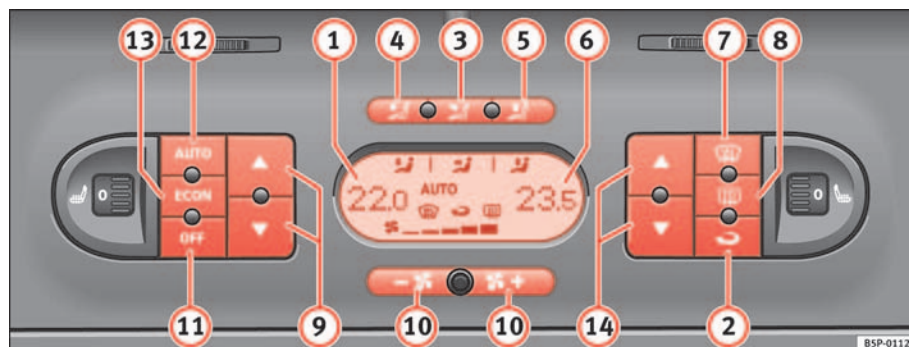

Abb. 127 In der Instrumententafel: Bedienelemente 2C-Climatronic
- Drücken Sie eine der Tasten ⇒ Seite 156, Abb. 127 3 bis 5, die Taste **ECON** oder drücken Sie die Gebläsetasten 10. Am Display erlischt das Symbol **AUTO**.
- Drücken Sie die Taste  ⇒ Seite 156, Abb. 127 , um den Umluftbetrieb ein- oder auszuschalten. Bei eingeschaltetem Umluftbetrieb erscheint am Display das Symbol .